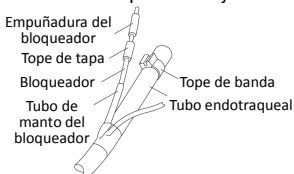

Fig.6
1. Mueva el tope de la tapa y gírelo (si es necesario), y móntelo en el tubo del manto del bloqueador (Fig. 6).